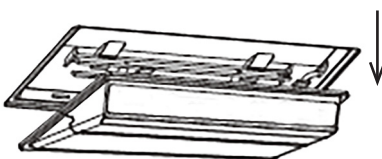

Fig. 11
2. Retirer le couvercle et le thermostat vers le bas dans le sens de la flèche (Fig. 11).